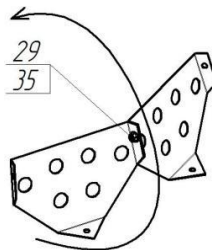

Рис. 16
3.10. Преодолевав усилие пружины (16), оттянуть фиксатор (8)вниз и повернуть емкость на удобный угол. Прикрепить лопасти (17) к емкости нижней (2) и емкости верхней (12), с помощью болтов (21), шайб (14) и гаек (29), при этом, шайбы установить с наружной стороны ёмкостей.
**Возможна комплектация бетоносмесителя сборными лопастями (рис. 16).** В этом случае необходимо две полу-лопасти скрепить между собой болтом (35) и гайкой (29). После установить в бетоносмеситель по направлению вращения ёмкости (указано на рис. 16 стрелкой)с помощью болтов (21), шайб (14) и гаек (29).